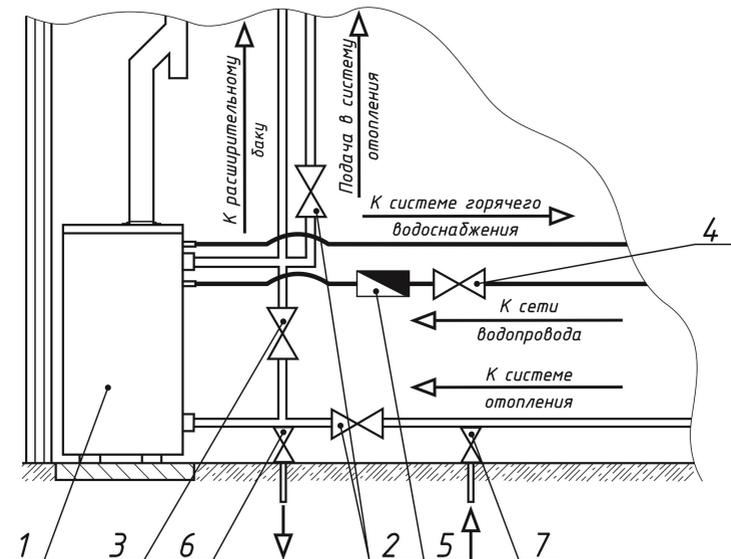

Рисунок 4. Схема подключения котла к системе отопления с естественной циркуляцией и к системе водоснабжения
контур отопления, закрыть краны 2 и открыть кран 3. В отопительный период краны 2 должны быть открыты, кран 3 закрыт (рисунок 4).
5.7. Для дальнейшего технического обслуживания рекомендуется установить запорные краны на трубы системы отопления перед котлом, а для котлов с водоотбором и на трубу подачи холодной воды перед котлом (рисунок 4).
5.12. Для исключения засорения котла и системы отопления, а также в целях увеличения их срока службы рекомендуется установить грязевой фильтр - 5 (рисунок 4) на трубе обратной подачи и своевременно его очищать.
- на время использования котла для нагрева воды рекомендуется закрывать большой контур отопления и использовать малый контур (рисунок 4);